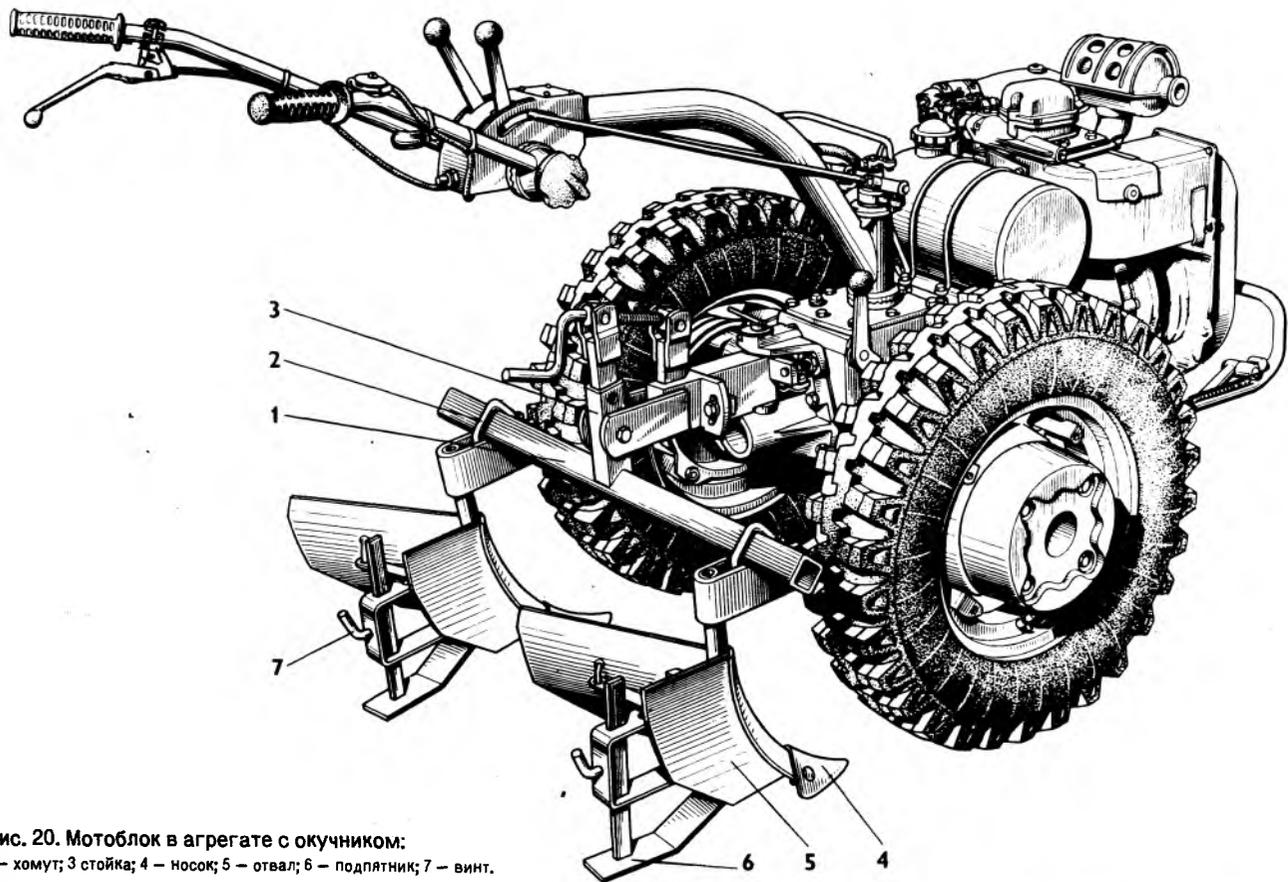

Рис. 20. Мотоблок в агрегате с окучником:
7.4.1. Подсоедините к мотоблоку окучник (рис. 20).